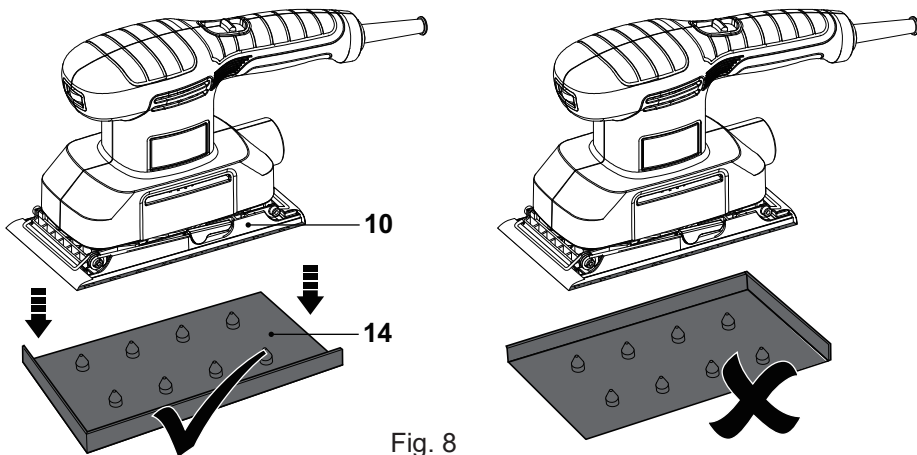

Fig. 8
- > Alignez la semelle (10) équipée d'une feuille abrasive appropriée avec le gabarit perforateur (14). Assurez-vous que les bords de la semelle (10) affleurent les bords du gabarit perforateur (14).
- > Pressez le produit sur le gabarit perforateur (14) (Fig. 8).